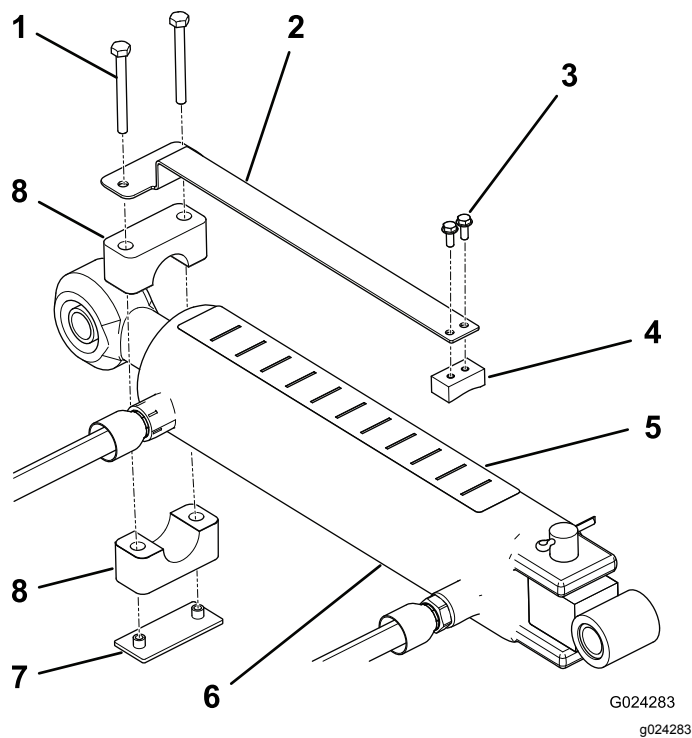

图 8
1. スライドブロックの平らな面に深さゲージを取り付けるねじ#10 x 1/2"2本を使用し、各部材を図 8 のように配置する。